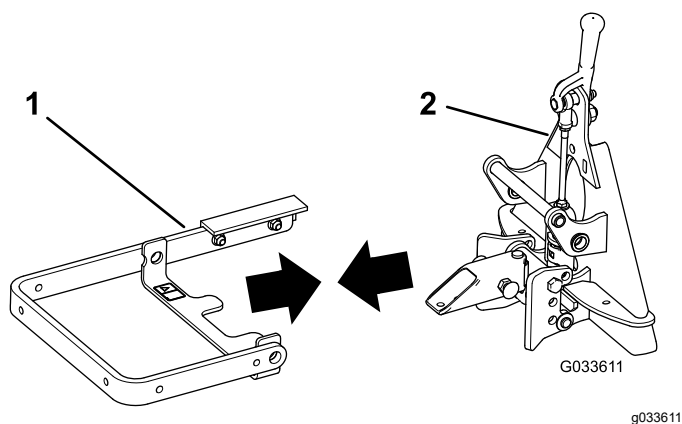

Рисунок 4
1. Совместите отверстия в подъемном рычаге с отверстиями в системе быстрой установки (QAS) в сборе (Рисунок 4).